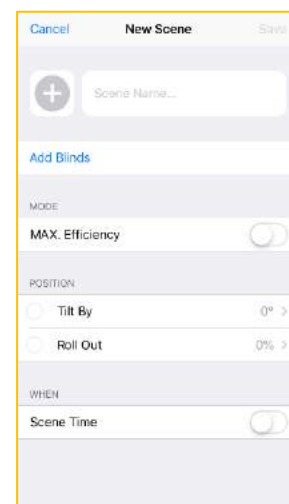

Abbildung 26
10.7.3. Erforderliche Felder ausfüllen (Abb. 26):